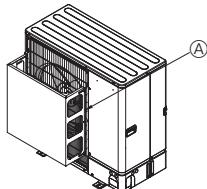

Fig. 2-5
- ② Asenna lisäläimanhajin, jos yksikkö sijoitetaan sellaiseen paikkaan, jossa esim. myrskytuulet pääsevät puhaltamaan suoraan ilman ulostuloon. (Fig. 2-5)